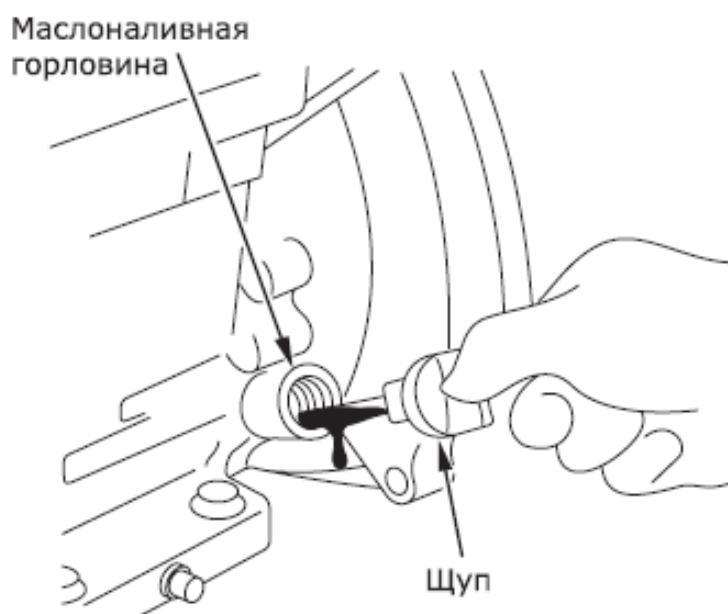
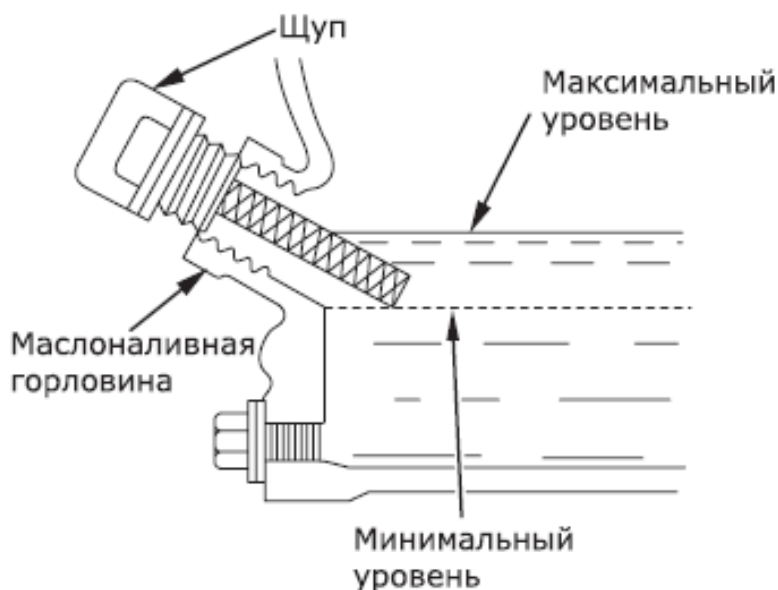

Рис. 3 – Контроль уровня масла в картере двигателя
Рис. 4 – Заполнение маслом картера двигателя
Каждый раз перед запуском двигателя и через каждые пять часов работы двигателя проверяйте уровень масла. Поддерживайте уровень масла между отметками Min и Max на масляном щупе или по краю маслоналивной горловины (рис. 3, рис. 4).
- извлеките масляный щуп, проверьте уровень масла. Если уровень масла низкий, медленно долейте масло до нужного уровня по меткам на щупе или краю маслосливной горловины (рис. 4);